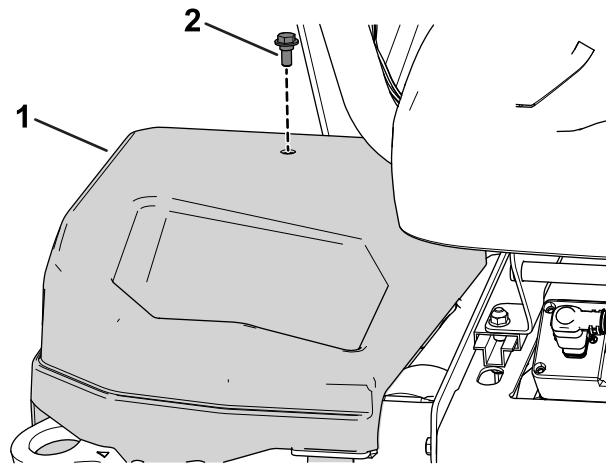

Figure 28
1. Retirez le couvercle sur le côté droit de la machine (Figure 28).